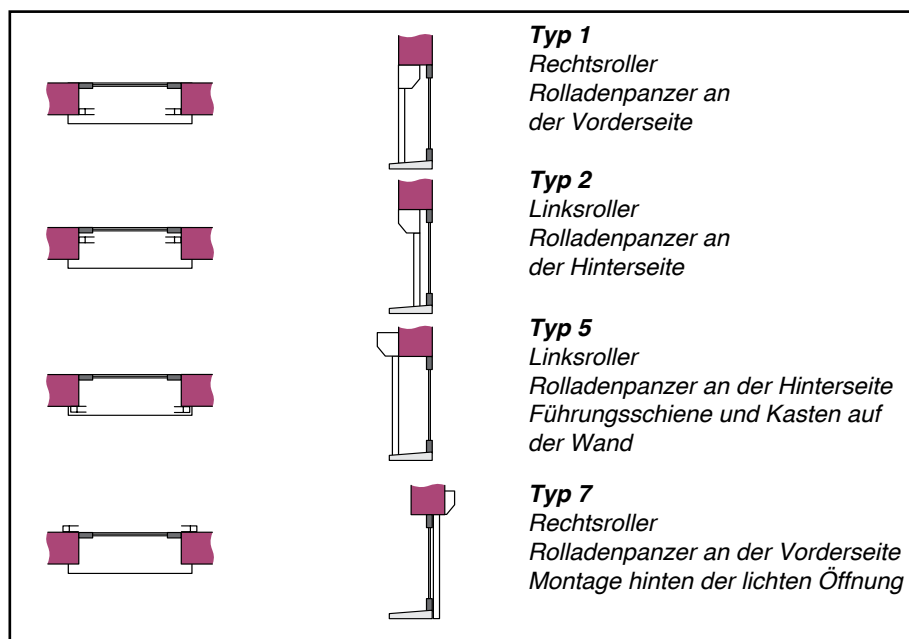

Abb. 3 : Montage als Vorsatzrolläden
- Es gibt 4 Montagemöglichkeiten als VorsatzRolladen: Montagetyp 1, 2, 5 und 7, siehe Abb. 3